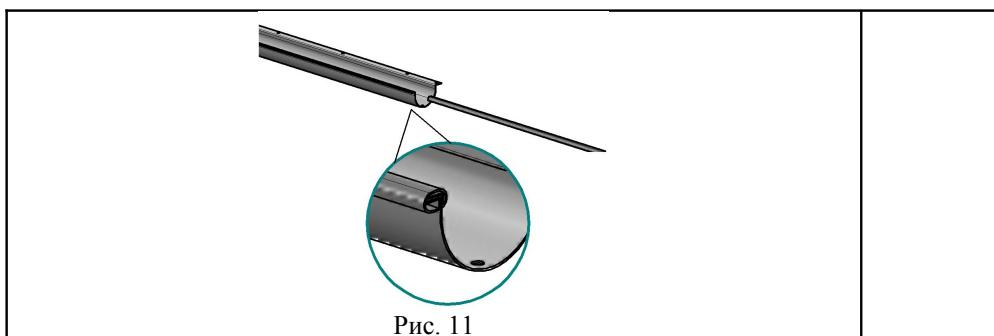

Рис. 11
4.5.2. На лоток (поз. 6) надеть молдинг (поз. 7), см. рис. 11.